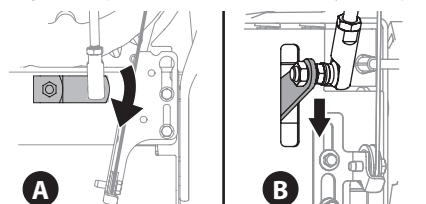

Figure 57
3. Assurez-vous que le levier de vitesse à l'arrière de la transmission est complètement tourné vers le bas. Voir Figure 57 (A) pour les modèles sans transmission hydrostatique et Figure 57 (B) pour ceux avec une transmission hydrostatique.
4. Tournez la virole vers le haut ou vers le bas sur la tige du levier de vitesse jusqu'à ce qu'elle s'aligne avec le trou supérieur du levier de vitesse. Voir Figure 57.